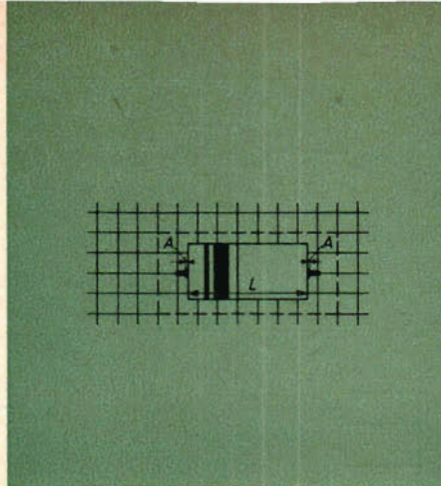

Fig. 1
2) Ur principschemat för apparaten kan antalet komponenter och den yta, de upptar, bestämmas. Det färdiga kretskortets yta kan förväntas bli 10—40 % större än den yta som erfordras för komponenterna. Komponentytan bestäms enligt anvisningar i fig. 1.